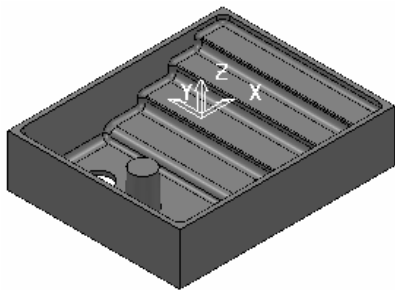

图 2-135 打开范例文件
2) 选择下拉菜单中的“文件”→“范例”命令，弹出“打开范例”对话框，选择“flats.dgk”（“随书光盘：\第 2 章\exercise9\uncompleted\flats.dgk”）文件，单击“打开”按钮即可，如图 2-135 所示。